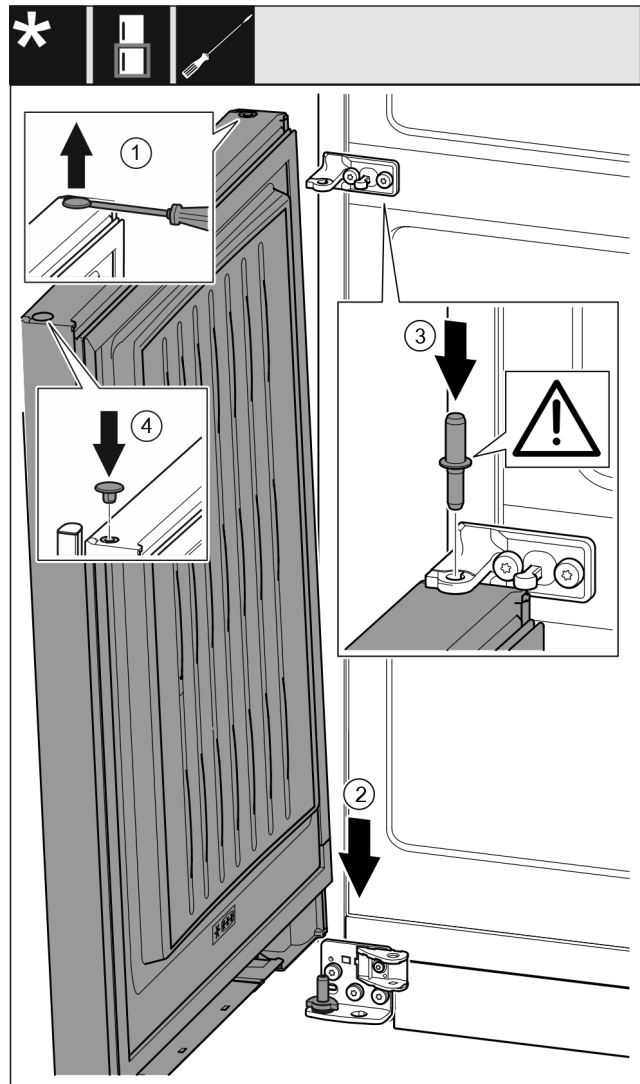

Fig. 57
- ▶ Til de plug voorzichtig Fig. 57 (1) op met een platte schroevendraaier en trek hem er uit.
- ▶ Deur Fig. 57 (2) van bovenaf op de onderste lagerbouten plaatsen.
- ▶ Lagerbout midden Fig. 57 (3) door lagerbok midden in de onderste deur steken. Let hierbij op dat het vergrendelingslipje naar achteren wijst.
- ▶ Plug Fig. 57 (4) aan de andere deurzijde er weer insteken.